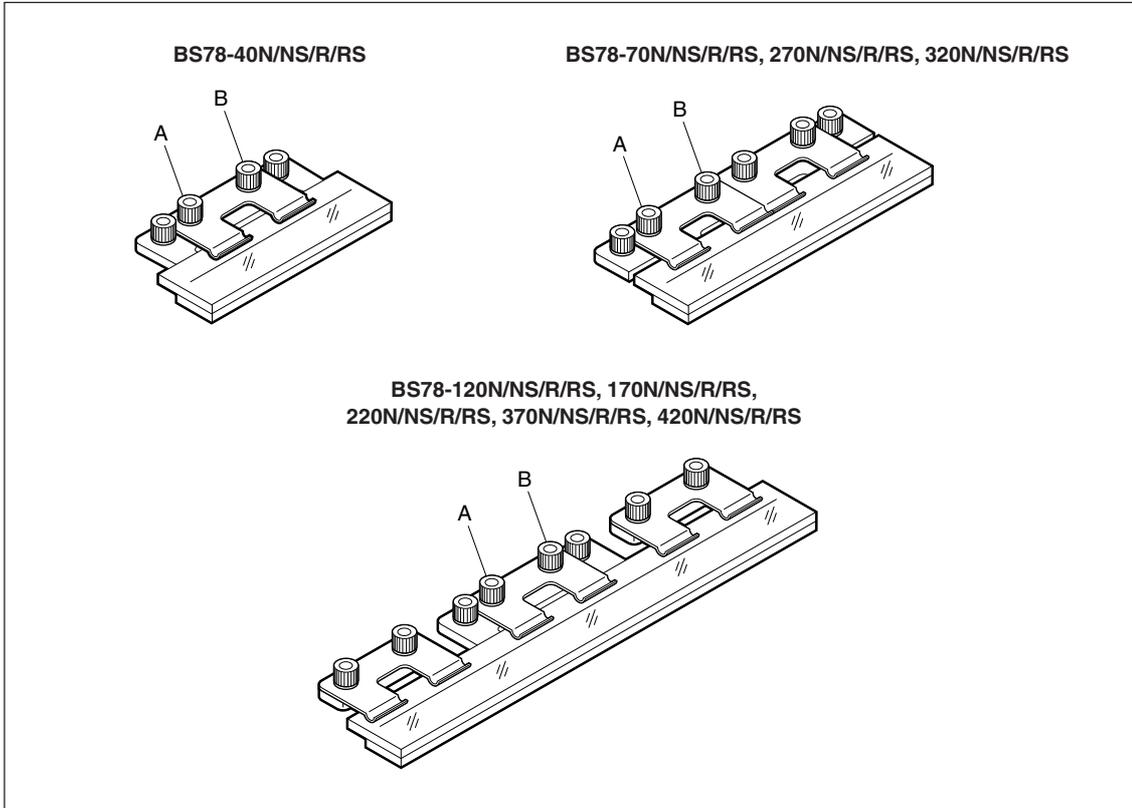

Abb. 3-12
- 5** Lassen Sie den Maßstab für etwa eine Stunde oder länger in dem in Abb. 3-12 gezeigten Zustand, bis sich seine Temperatur stabilisiert.